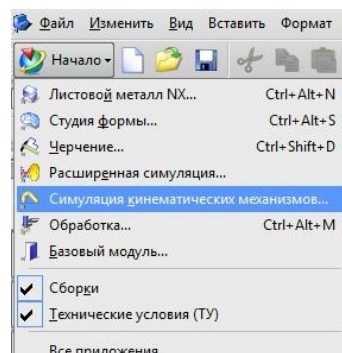

рис.73
•После этого вам нужно перейти в режим *Симуляции кинематических механизмов* (рис.73).